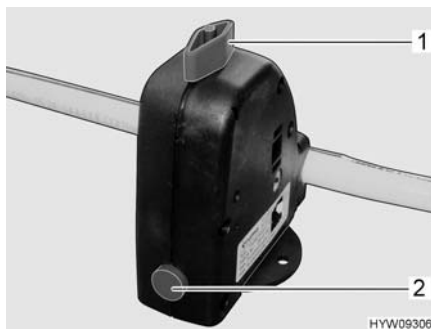

Fig. 98 Valvola di sicurezza/di scarico (boiler)
Il boiler è dotato di una valvola di sicurezza/di scarico (Fig. 98). La valvola di sicurezza/di scarico impedisce che l'acqua congeli nel boiler in presenza di basse temperature esterne, quando il riscaldamento dell'autocaravan non è acceso.
- Chiudere la valvola di sicurezza/di scarico. A tal fine ruotare la manopola (Fig. 98,1) verticalmente rispetto alla valvola di sicurezza/di scarico e premere verso l'interno il bottone automatico (Fig. 98,2).
- Aprire la valvola di sicurezza/di scarico. A tal fine ruotare la manopola (Fig. 98,1) nel senso della lunghezza della valvola di sicurezza/di scarico. Il bottone automatico (Fig. 98,2) scatta all'infuori. Il boiler viene svuotato verso l'esterno tramite la valvola di sicurezza/di scarico.